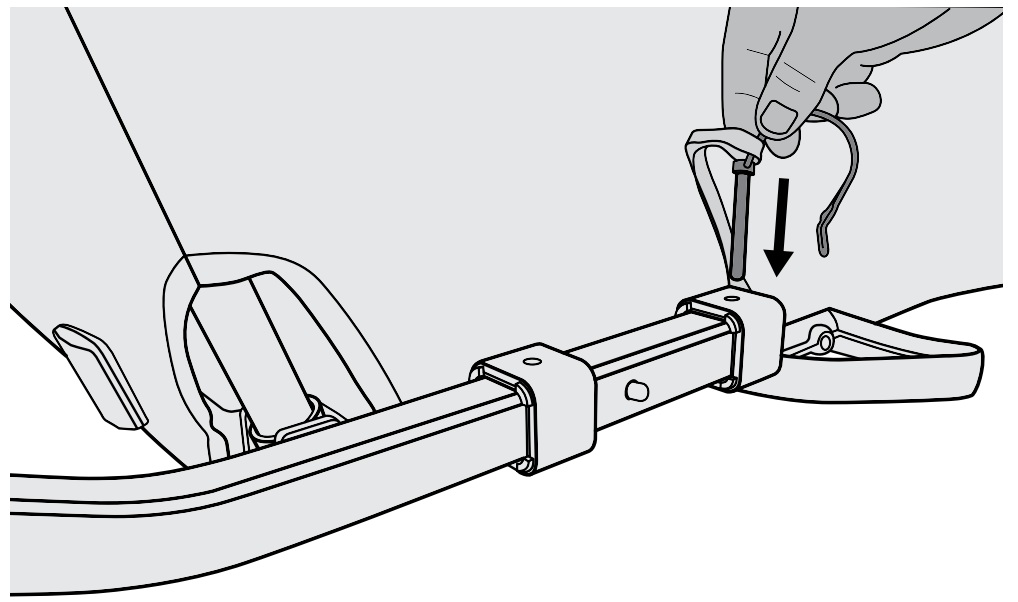

Figure 7
2. Insert the retaining pin from the top through the aligned holes (Figure 7).
2. Den Halterungsstift von oben durch die aufeinander ausgerichteten Bohrungen von sowohl Deichselaufnahme als auch Deichsel einführen (Abb. 7).
2. Insérez la tige de retenue depuis le haut en passant par les orifices alignés du récepteur et de la barre de remorquage (Figure 7).